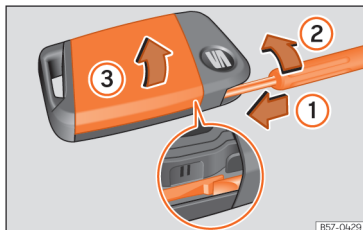

Abb. 49 Fahrzeugschlüssel: Deckel des Batteriefachs öffnen.
- Führen Sie einen Schlitzschraubendreher durch die äußere Führung des Notschlüssels in den Fahrzeugschlüssel ein, ca. 1 cm in Pfeilrichtung >>> **[Abb. 49] ①**.
- Drehen Sie den Schraubendreher im Uhrzeigersinn, bis sich die Abdeckung öffnet >>> **[Abb. 49] ②**.
- Bewegen Sie die Abdeckung in Pfeilrichtung >>> **[Abb. 49] ③** und nehmen Sie sie ab >>> ①.